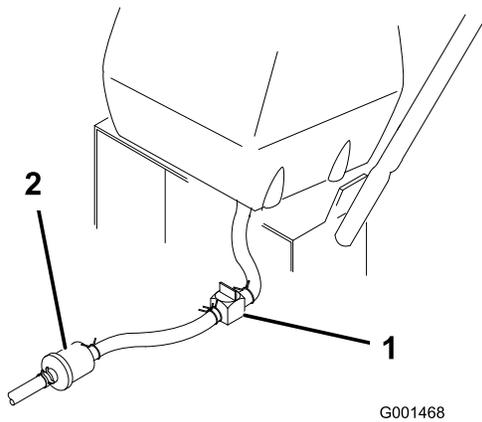

Figure 34
2. Fermez le robinet d'arrivée de carburant sur le réservoir de carburant (Figure 34).
3. Pincez les extrémités du collier de fixation et poussez le collier en haut de la conduite d'alimentation, à l'opposé du filtre à carburant (Figure 34).
4. Débranchez la conduite d'alimentation du filtre à carburant (Figure 34). Ouvrez le robinet d'arrivée de carburant et laissez l'essence s'écouler dans un bidon ou un bac de vidange.
3. Fermez le robinet d'arrivée de carburant sur le réservoir de carburant (Figure 34).
7. Ouvrez le robinet d'arrivée de carburant sur le réservoir de carburant (Figure 34).